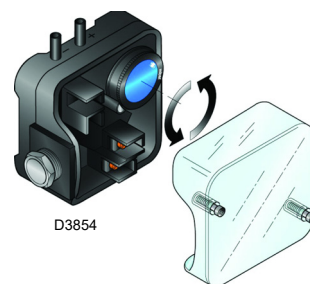

Fig. 24
- Regular el presostato aire (Fig. 24) en el inicio de la escala.